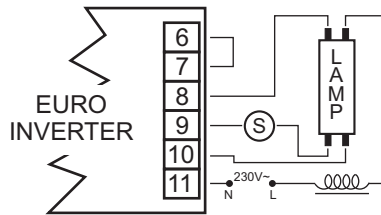

fig.4: PERMANENT
- Le fonctionnement peut être non permanent (SA), Fig. 4. 5.
Kan functioneren in niet permanente toestand (SA), Fig 4, 5